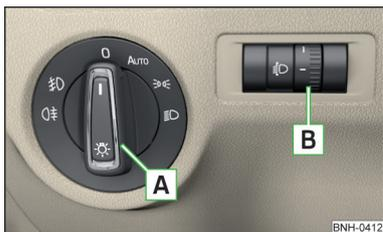

Fig. 39
En los vehículos con dirección a la derecha, la disposición de los elementos de manejo se diferencia en parte de la disposición mostrada en la » fig. 39 de la página 60. Los símbolos que marcan cada posición de los elementos de manejo son idénticos.
Dependiendo del equipamiento, puede moverse el interruptor de luces **A** » fig. 39 en las siguientes posiciones.
Girando el regulador giratorio **B** » fig. 39 desde la posición — en 3 se ajusta lentamente la regulación del alcance luminoso y con eso se reduce el cono de luz.
- ✓ El interruptor de luz se encuentra en la posición 0 o AUTO \gg fig. 39 de la página 60.